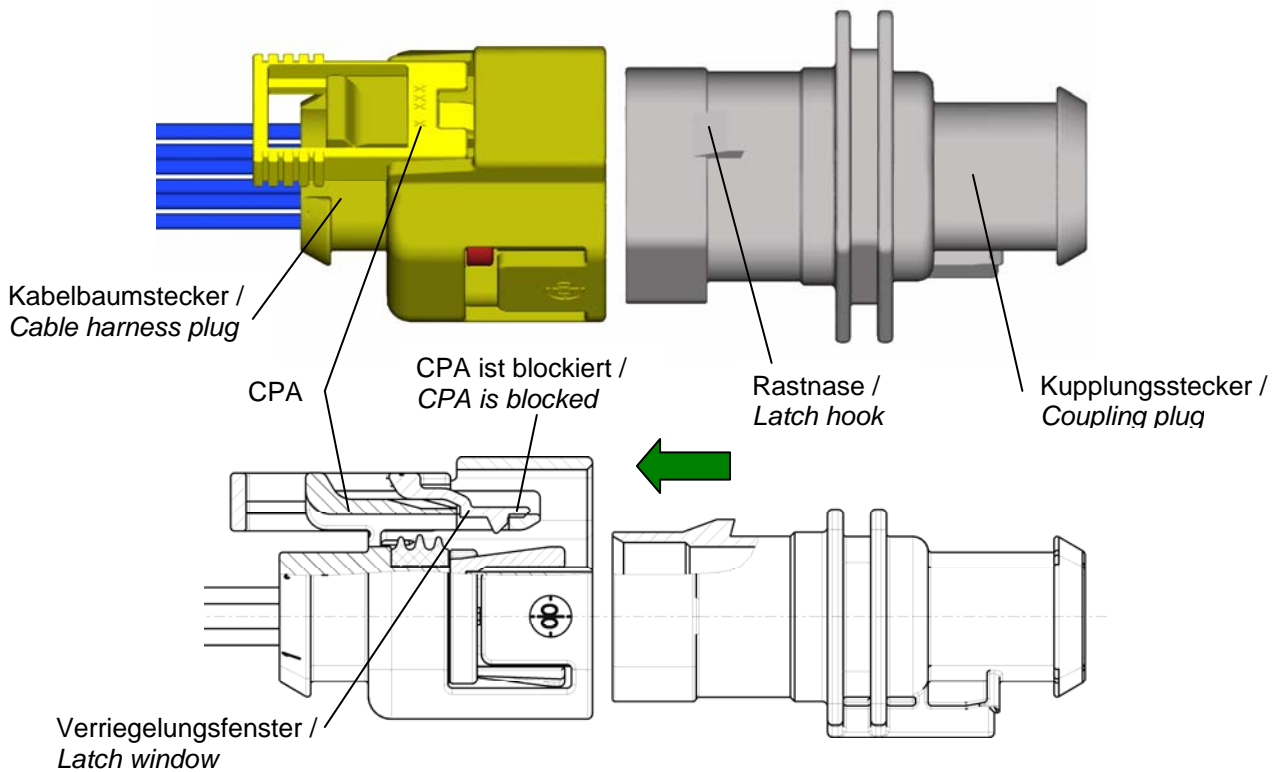

Abb. 4.1.1 Montage Steckverbindung / Fig. 4.1.1 Assembly of the plug connection
Kupplungsstecker zum Kabelbaumstecker mit vormontierter CPA gemäß 2.1 (Abb. 2.1) ausrichten. Die CPA ist im vormontierten Zustand durch das Verriegelungsfenster blockiert und kann nicht bewegt werden (Abb. 4.1.1).
*Align the coupling plug to the cable harness plug with pre-mounted CPA in accordance with 2.1 (Fig.2.1). The CPA is blocked by the latch window in the pre-mounted condition and cannot be moved (Fig. 4.1.1).*